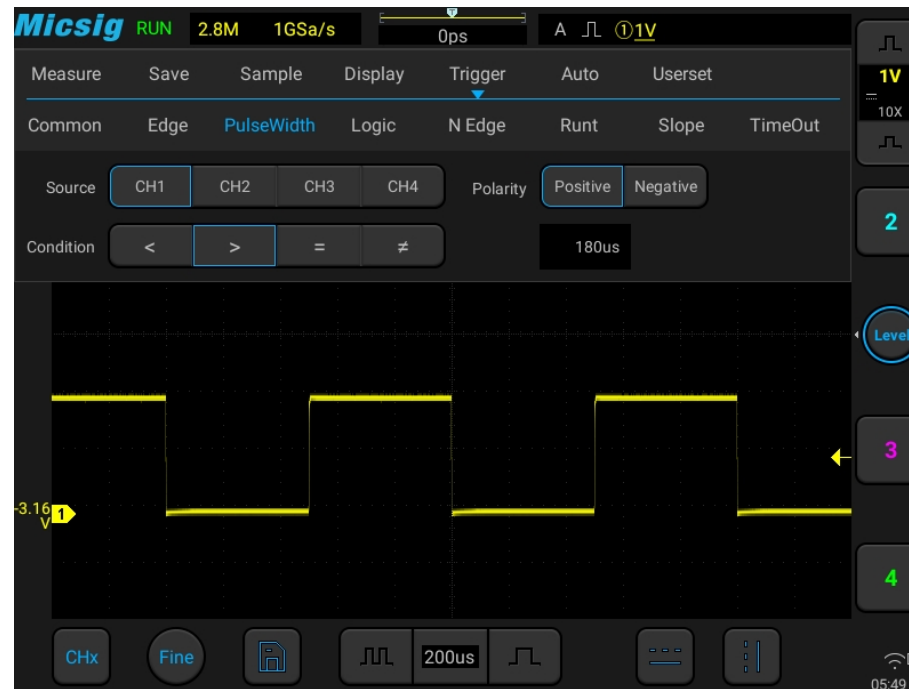

Abbildung 6-14 Menü zur Einstellung des Pulsbreiten-Triggers
- 1) Tippen Sie im Hauptmenü auf „Trigger“, um das Trigger-Menü zu öffnen, wählen Sie unter „Trigger-Typ“ den Impulsbreiten-Trigger aus und stellen Sie den Impulsbreiten-Trigger wie in Abbildung 6-14 gezeigt ein: